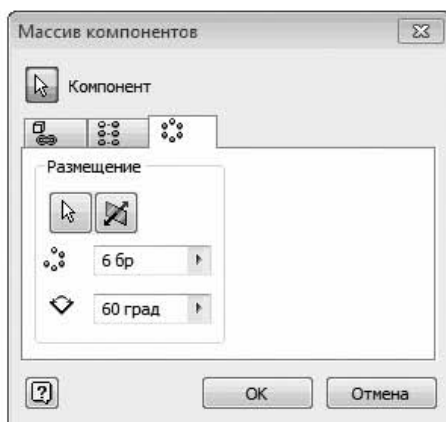

Рис. 8.3. Диалоговое окно построения кругового массива
9. Вкладка **Круговой массив** позволяет создать массив компонентов сборки, расположив их по окружности (рис. 8.3).